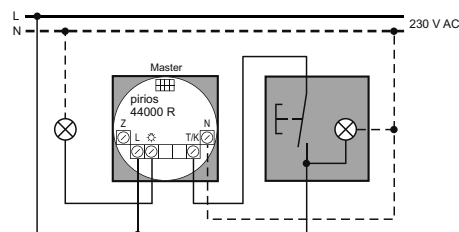

Fig. 1 Tasterfunktion Ein/Öko-Aus
- Funktion Ein/Öko-Aus: Anschluss an T/K, Wirkung auf Master (Schema Fig. 1); Einstellung **IMPULS** bewirkt Retrigger